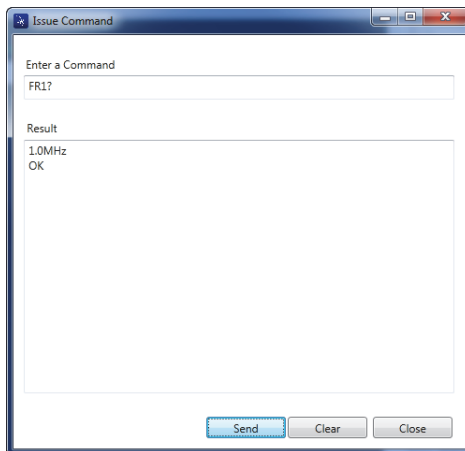

图 7-13 发布指令对话框
出现 **Issue Command**（发布指令）对话框（参见第 179 页的图 7-13）。
2. 在 **Issue Command**（发布指令）对话框中，输入一个指令（参见第 179 页的图 7-13）。
3. 在 **Issue Command**（发布指令）对话框中，点击 **Send**（发送）（参见第179页的图7-13）。